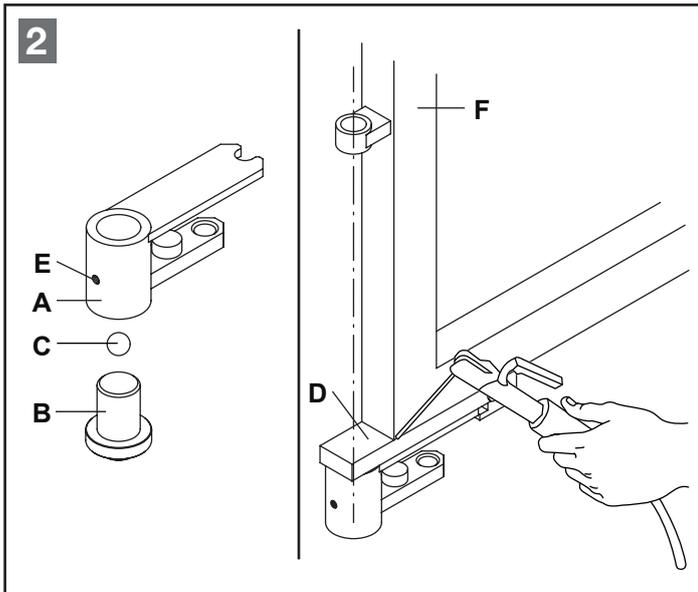

Bild 2 - Montage Torblattbeschlag
Den Lagerbolzen (B) einfetten. Die Kugel (C) einfetten und auf den Lagerbolzen (B) legen. Den Mitnehmer (A) auf den Lagerbolzen (B) stecken. Den Torblattbeschlag (D) aufstecken. Nun das Torblatt (F) provisorisch, mit Hilfe einer Schraubzwinde, am Torblattbeschlag (D) festklemmen und durch manuelles Öffnen und Schließen die korrekte Position bestimmen. Gegebenenfalls muss die Position des Torbeschlags (D) angepasst werden. Anschließend den Torblattbeschlag (D) an das Torblatt (F) schweißen. Den Mitnehmer (A) über den Schmiernippel (E) mittels einer Fettpresse schmieren. Siehe „Bild 2 - Montage Torblattbeschlag“.